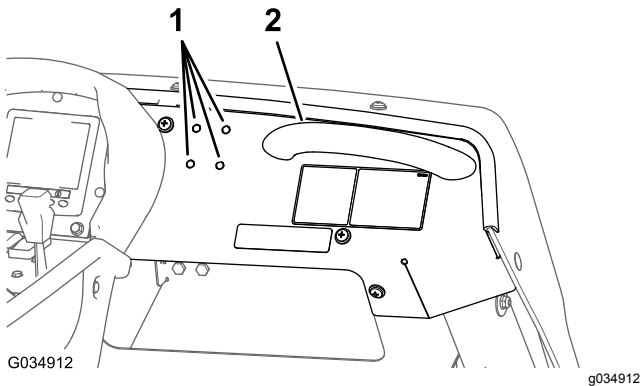

Bild 129
1. Ermitteln Sie die vier Lochausstanzungen (1/4") im Armaturenbrett, die sich links vom Haltegriff befinden (Bild 129).
2. Entfernen Sie die vier Lochausstanzungen vom Armaturenbrett (Bild 129).